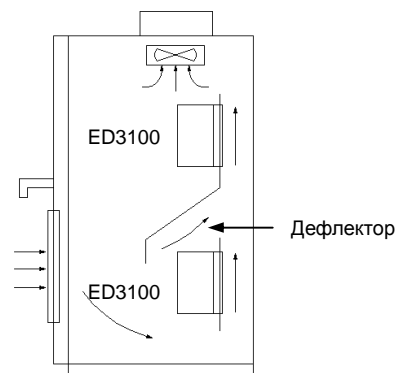

Рис. 3-2 Установка нескольких преобразователей
- (3) Если вертикально установлено несколько преобразователей, между ними должны располагаться дефлекторы, как показано на рис. 3-2.